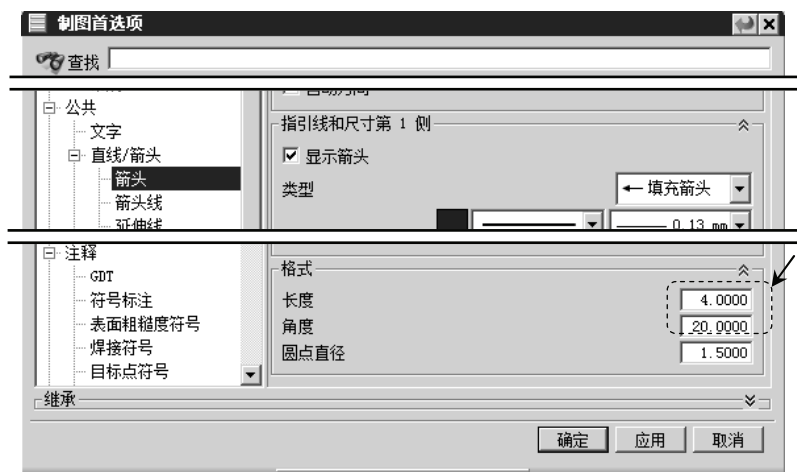

图 2.5.1 “制图首选项”对话框
(1) 选择下拉菜单 **首选项(P)** → **制图(D)...** 命令，系统弹出“制图首选项”对话框，如图 2.5.1 所示。